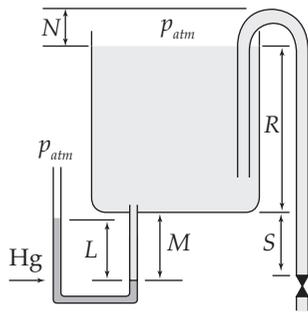

Figura Ep1.43
**Ep1.43** O escoamento de um fluido, com massa específica igual a  $780 \text{ kg/m}^3$ , através do sifão da Figura Ep1.43 encontra-se interrompido pelo fechamento de uma válvula. Sabe-se que  $M = 1,0 \text{ m}$ ,  $N = 3,0 \text{ m}$ ,  $L = 0,5 \text{ m}$ ,  $S = 1,2 \text{ m}$  e que a pressão atmosférica local é igual a 94 kPa. Determine a pressão absoluta do fluido na seção mais elevada do sifão, na seção de entrada da válvula e no fundo do tanque.